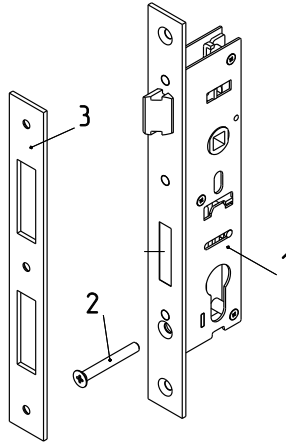
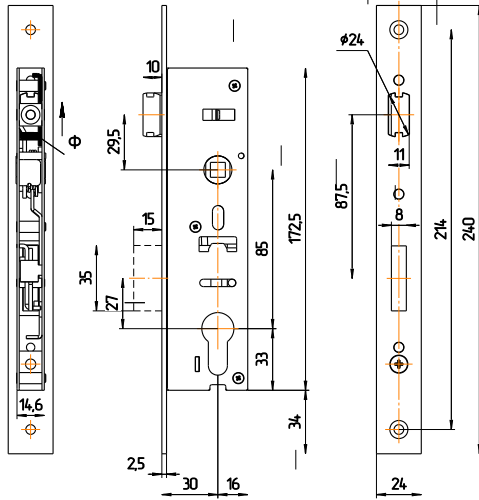

Рис.1
Рис.2
Комплектность замка приведена в таблице и показана на рис. 1.
4.1. Произвести разметку на двери (см. рис.2.). Выполнить на торце полотна двери гнездо для корпуса замка, а также отверстия для крепежа замка. Выполнить на полотне двери отверстия для цилиндрического механизма, для стержня ручек фалевых и крепежа, а в дверной коробке— отверстие для планки запорной (см. рис.1).
4.2. Установить, при необходимости, защёлку в соответствующее положение для правой или левой двери путем ее выдвигения из корпуса и разворота на 180° вокруг своей оси (см. рис.1), предварительно подняв фиксатор защёлки (Ф) в крайнее верхнее положение (см. рис.2).